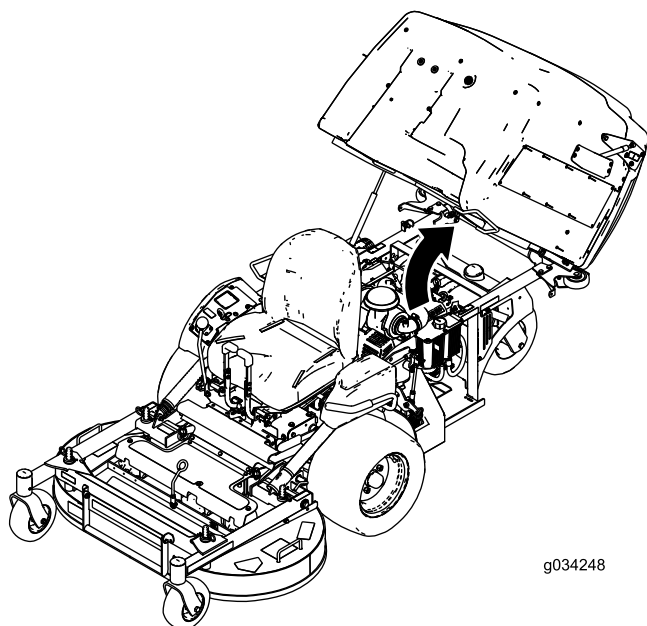

Figura 29
1. Alzate la tramoggia (Figura 29).